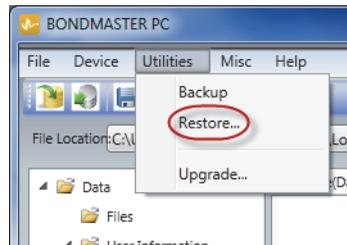

Figura 7-28 Comando Restore
2. En el menú **Utilities** del *software* BondMaster PC, seleccione el botón **Restore**. Ver la Figura 7-28 en la página 233.